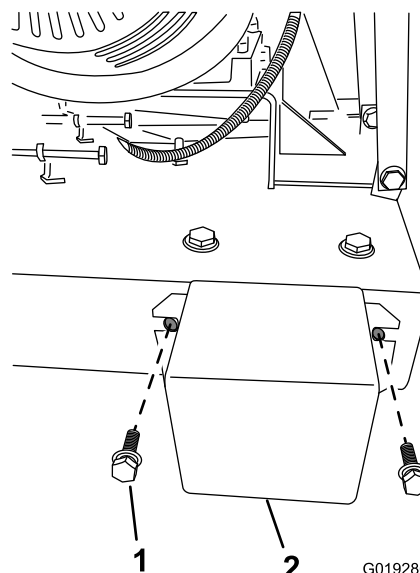

Figure 33
- C. Retirez les boulons et rondelles qui fixent le carter d'arbre à la base de la machine et déposez le carter (Figure 33).